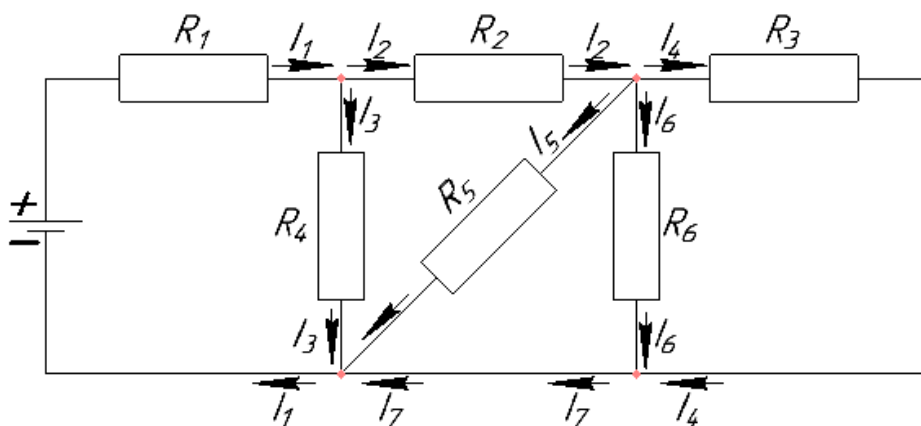

Рисунок 2.2.5 – Схема цепи
- 4) Схема цепи (рисунок 2.2.5), заполненная таблица 2.2.4, ручной расчет по формулам (2.1.6, 2.1.7), изображение схемы в симуляторе электронных схем.